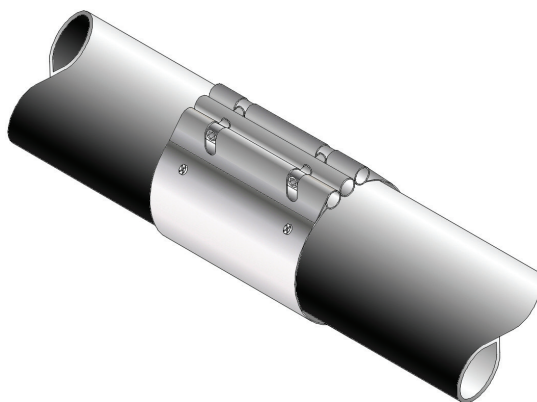

Figure 12. Coupleur typique
4. Installez les coupleurs pour joindre les tubes émetteurs et les tubes en L ou en U (voir Figure 12) :